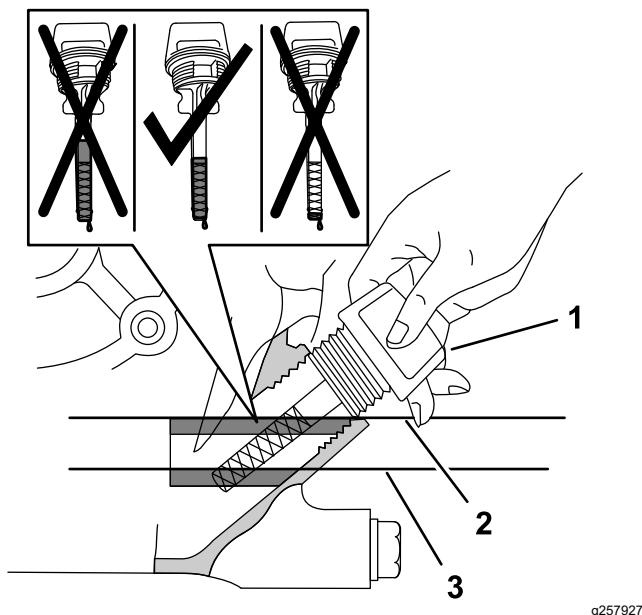

Figure 65
- 5. Insérez la jauge dans le moteur, comme montré à la Figure 65.
- 6. Sortez la jauge du goulot de remplissage et vérifiez le niveau indiqué (Figure 65).
**Remarque:** Le niveau d'huile moteur doit recouvrir la zone hachurée sur la jauge (Figure 65).